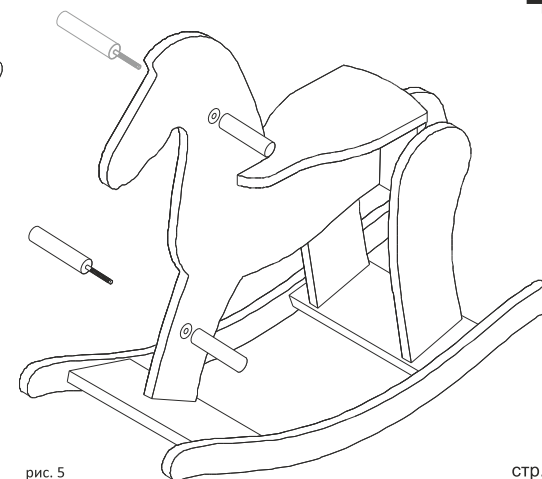

рис. 5
4. Согласно схеме (рис. 5) ввинтить опоры (№ 3 и 4).